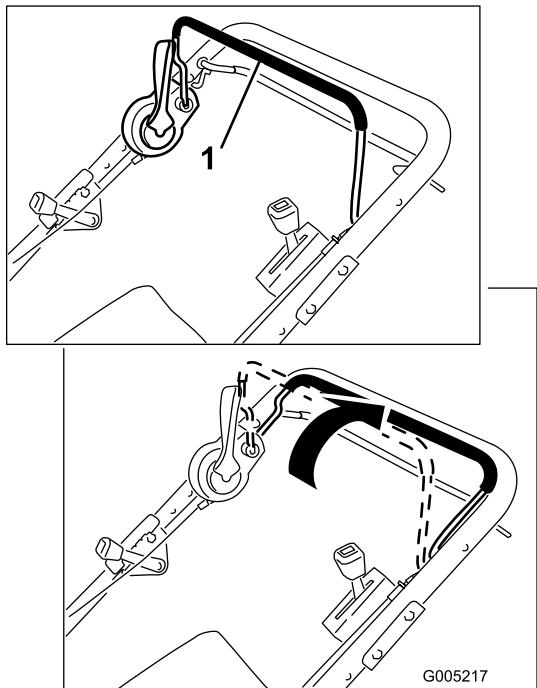

Figura 12
- Premete la barra di comando della lama contro la stegola e tenetela in questa posizione (Figura 12).